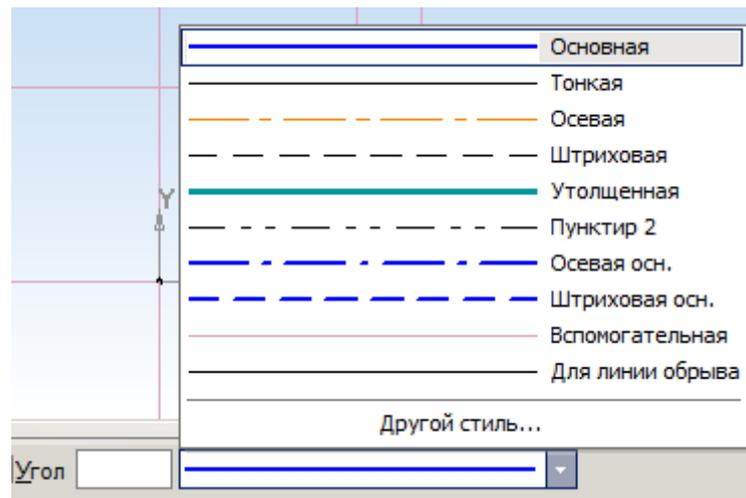

Рис. 6. Выбрать стиль линии можно на *Панели свойств*
10. Вспомогательные прямые служат только для удобства построения эскиза, поэтому необходимо выполнить обводку. Для этого воспользуйтесь инструментом *Непрерывный ввод объектов*. Обводка выполняется с использованием стиля линии *Основная*, поэтому после вызова инструмента *Непрерывный ввод объектов*, на *Панели свойств* выберите тип линии — *Основная* (рис. 6).